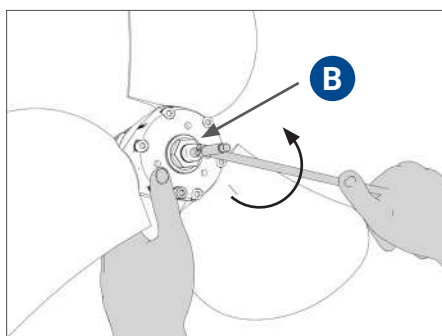

ABB. 34 Lösen der Sicherungsschraube „B“
- Lösen Sie die Sicherungsschraube **B** (falls vorhanden) gegen den Uhrzeigersinn (Abb. 34).